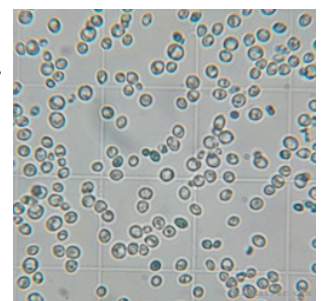

Abb. 4. Eine vitale Hefekultur in einer Zählkammer:
- 1: Verdünnung Hefeprobe: Hefesuspension entsprechend der Aufgabenstellung verdünnen (vgl. Abb. 4 → bei einer Zelldichte grösser oder gleich der gezeigten ist eine zusätzliche Verdünnung notwendig)